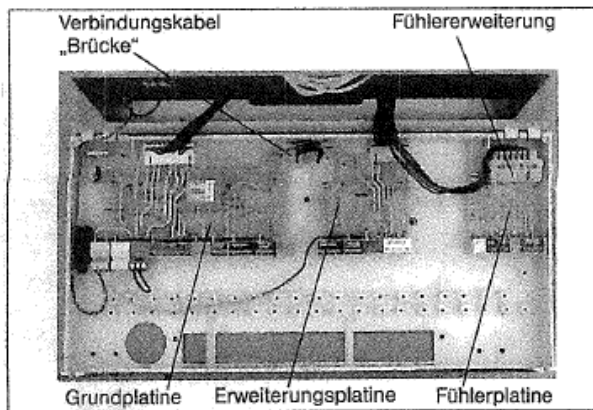

Abb. 5 HS 2003 mit Erweiterungsplatine Netz und Fühlererweiterung
- Externe Anschlüsse an den Anschlußsteckern anschließen und aufstecken (Abb. 5).
- Schaltkasten schließen und Sicherungsschrauben festdrehen (Abb. 5).